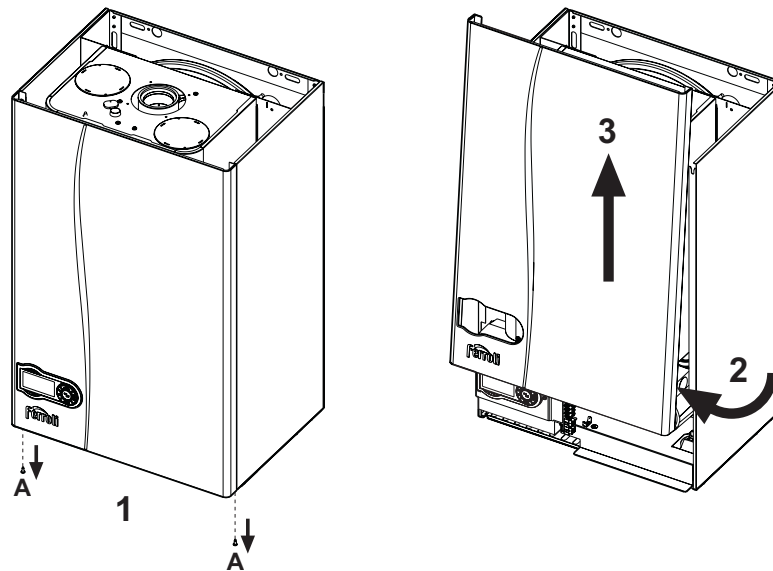

fig. 27 - Abertura do revestimento
1. Desaperte os parafusos A (vide fig. 27).
2. Rode o revestimento (vide fig. 27).